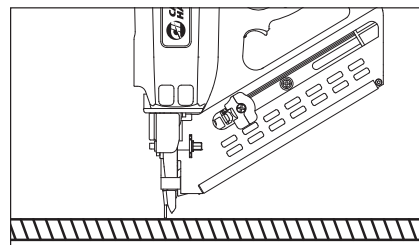

Figure 21
2. Appuyer la pointe PC contre la surface de la pièce de travail jusqu'à ce qu'elle soit en position de déclenchement intégral (voir la figure 21).